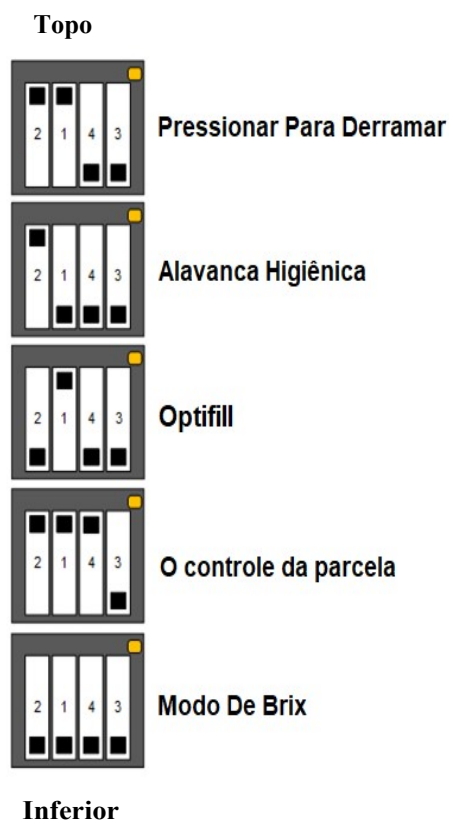

Figura 4.
3. Entre no “modo brix” ajustando o dip switch da válvula. Defina os interruptores DIP conforme mostrado na Figura 4. Pressione e solte o botão de água. A válvula dispensará uma quantidade predefinida de água. Ajuste a taxa de fluxo usando o controle de fluxo da válvula até que a taxa de fluxo esteja ajustada adequadamente. Depois que a água for ajustada corretamente - use os botões de xarope para dispensar um pré-ajuste quantidade de xarope. Ajuste o controle de fluxo de xarope correspondente até que a taxa de fluxo de xarope seja ajustada corretamente